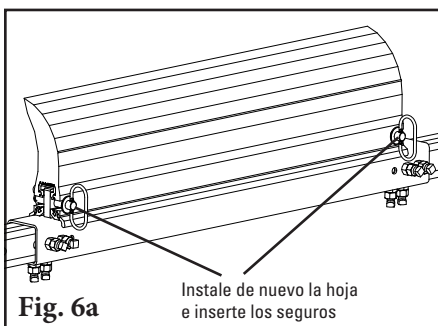
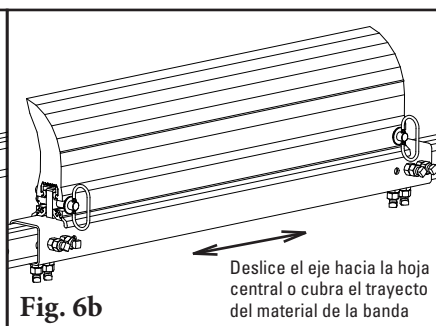
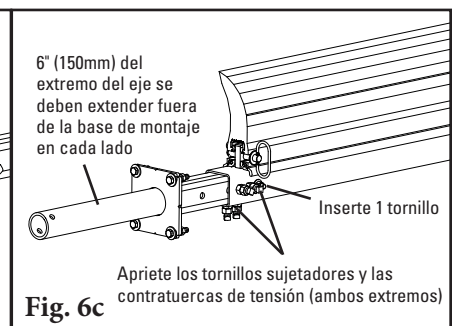

Fig. 6a
Fig. 6b
Fig. 6c
6. **Centre el limpiador en la banda y asegúrelo en su lugar.** Instale la hoja (Fig. 6a). Deslice el eje hasta que la hoja esté centrada o cubra el trayecto de material (Fig. 6b). **NOTA:** La cobertura estándar de la hoja es el ancho de la banda menos 6" (150 mm). Si necesita menos cobertura de la hoja, hay posiciones de orificios de la hoja adicionales disponibles en el eje para el uso del ancho de la banda menos 12 y 18" (300 y 450 mm). Ajuste los ejes de extensión hasta que el extremo del eje pase las placas de montaje por lo menos 6" (150 mm) de cada lado para la instalación del tensor (Fig. 6c). Deslice los ejes de extensión en el eje central para alinear con los orificios de montaje del eje central e inserte ambos tornillos. Sujete los cuatro tornillos sujetadores del eje central y apriete las contratuercas de tensión de los tornillos sujetadores.